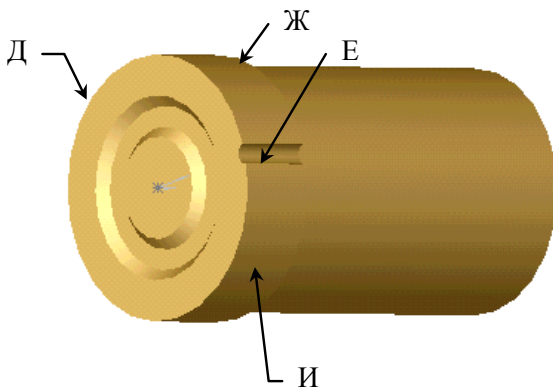

Рис. 3.6
Создание выемки (рис. 3.6)
1. Выбрать плоскость Д (рис. 3.6) и кнопкой  развернуться выбранной плоскостью к экрану.
7. Нажав кнопку , панели «Элементы», выполнить отверстие с граничным условием – до поверхности. В качестве поверхности выбрать торец Ж (см. рис. 3.6).
2. В появившемся диалоговом окне выбрать вариант задания пространственной оси – «цилиндрическая/коническая поверхность» – и указать поверхность И (см. рис. 3.6).